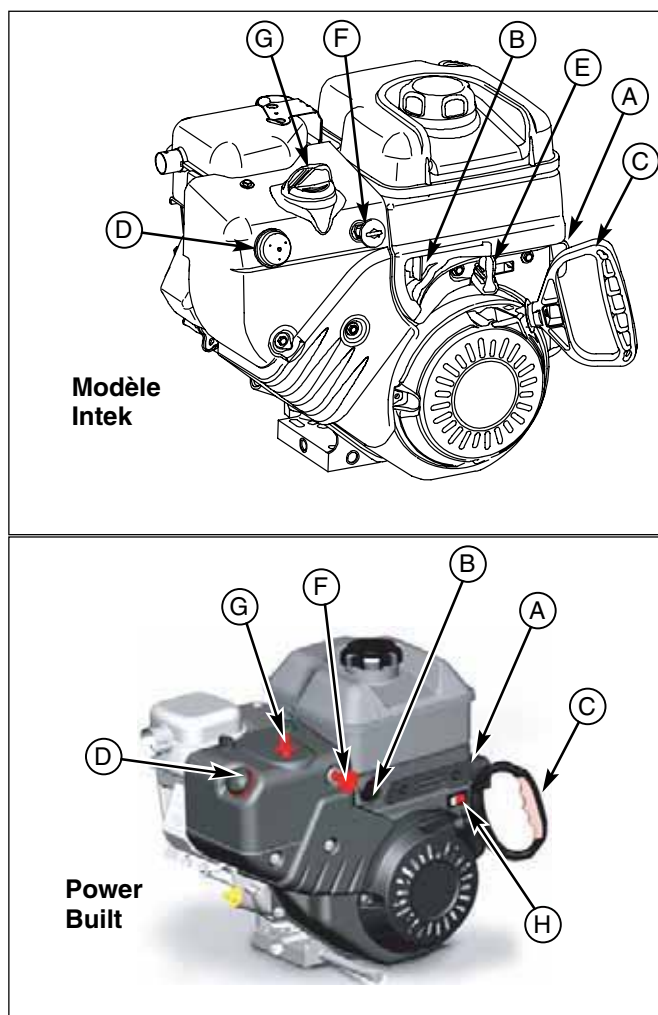

Figure 1. Commandes de la machine
Voir figure 1 pour les instructions suivantes.
1. Tournez la soupape d'alimentation en carburant (B, figure 1, modèles Intek) sur la position ON.
3. Insérez la clé (F) dans la fente du néman et poussez à fond vers RUN.
4. Relevez à fond le levier d'accélérateur (E) sur FAST.
5. Tournez le bouton de starter (G) à fond dans le sens des aiguilles du montre si le moteur est froid. (Ne jamais utiliser le starter pour un moteur chaud.)
6. Poussez le bouton d'amorce (D) deux fois si le moteur est froid. (Ne jamais utiliser le starter pour un moteur chaud.)
2. Arrêtez le moteur en abaissant le levier d'accélérateur (voir figure 1), en tournant le commutateur d'arrêt sur OFF ou en retirant la clé.